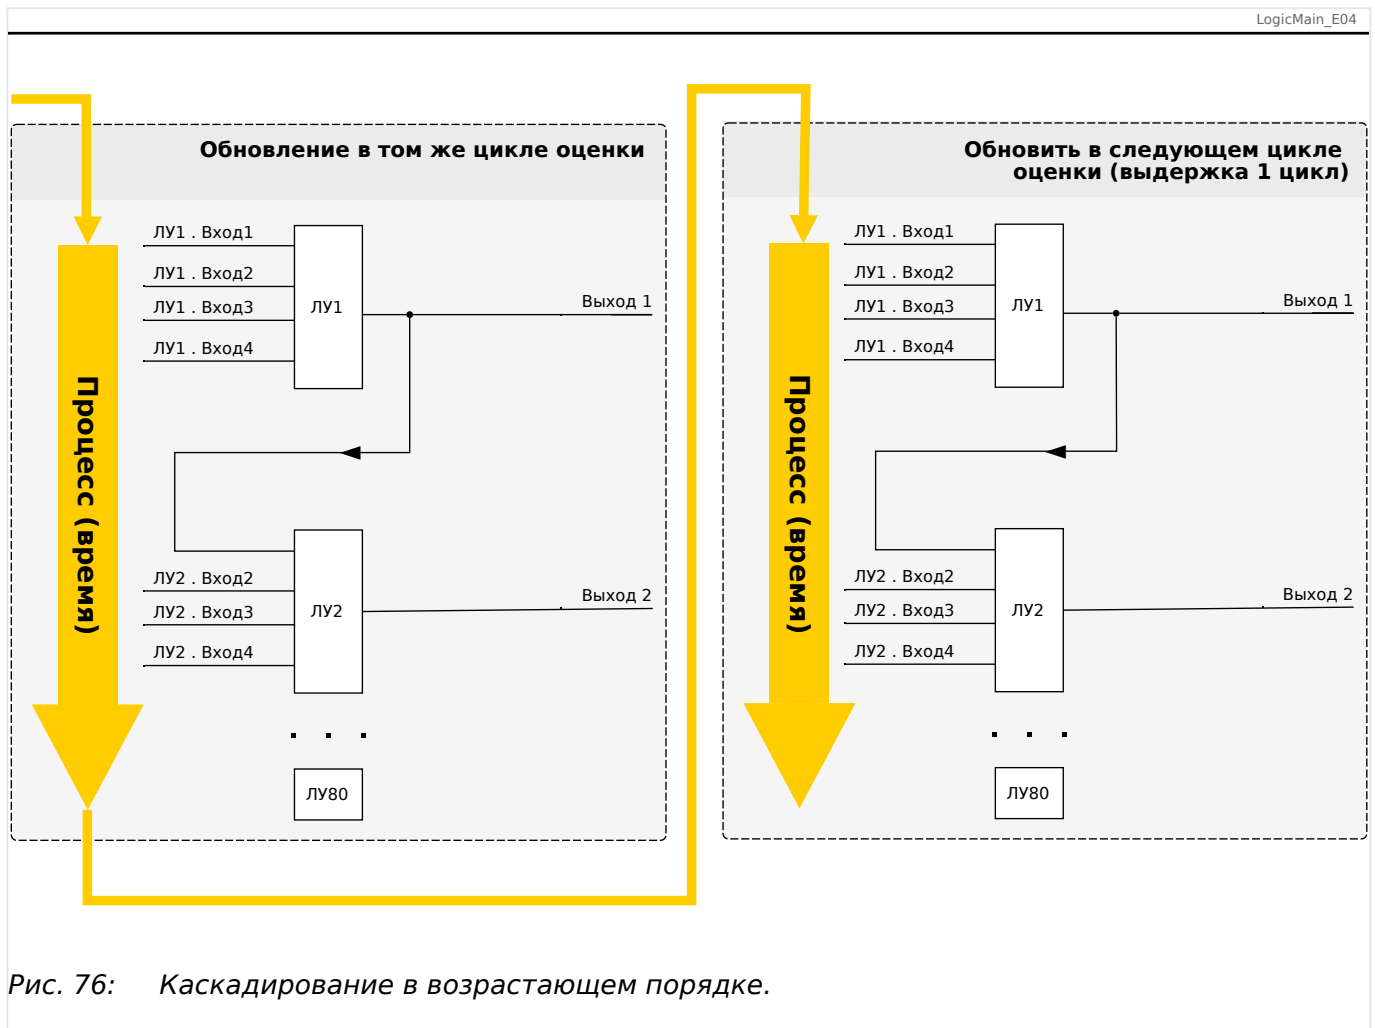
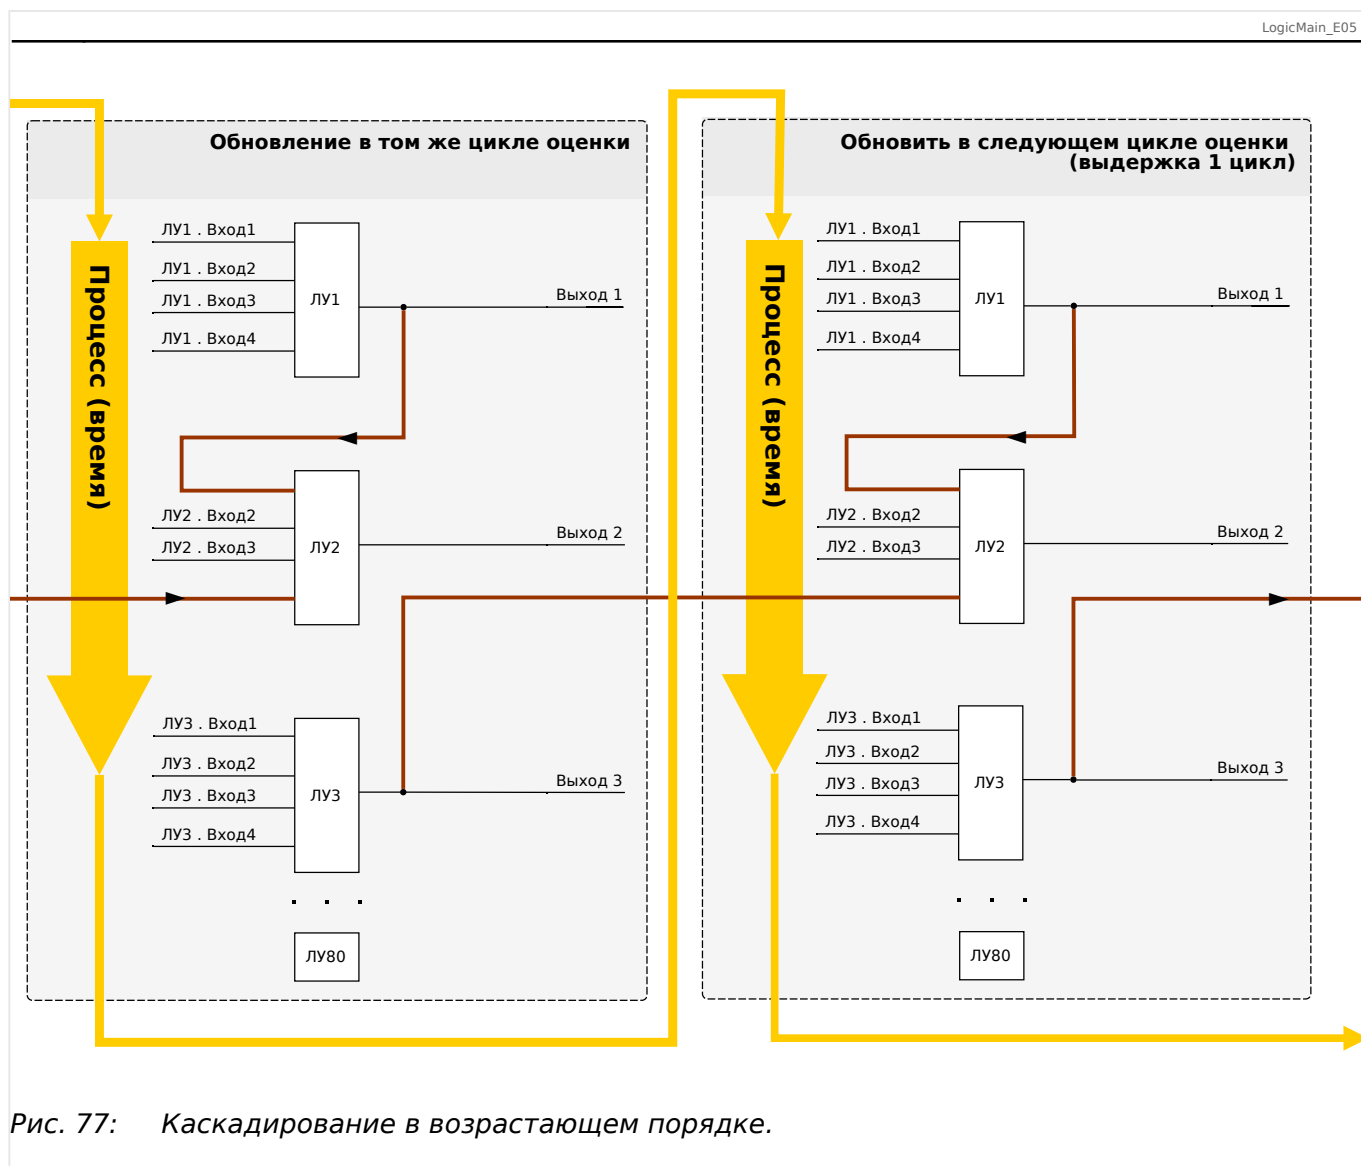

Рис. 76: Каскадирование в возрастающем порядке.
Рис. 77: Каскадирование в возрастающем порядке.
- **Возрастающий** порядок означает, что некий выходной сигнал поступает на вход одного из логических уравнений с **более высоким** номером. На приведенном ниже графике  Рис. 76 приводится пример, когда результат логического уравнения ЛУ1 используется в качестве входного сигнала для логического уравнения ЛУ2.
- **Нисходящая** последовательность означает, что некий выходной сигнал поступает на вход одного из логических уравнений с **меньшим** номером. На графике  Рис. 77 приводится пример, когда результат логического уравнения ЛУ3 используется в качестве входного сигнала для логического уравнения ЛУ2.
И возрастающий, и убывающий порядки можно не только использовать, но и комбинировать, при этом разница будет заметна не сразу. Однако, как показано в разделах  Рис. 76 и  Рис. 77 ниже, благодаря определению состояний всех уравнений в возрастающем порядке фактические рабочие значения, поступающие на вход любого из них, будут иной степени зрелости.
В представленном выше примере  Рис. 77 для «логического уравнения 2» используются состояния выходов двух других уравнений — «логического уравнения 1» и «логического уравнения 3». Результат «логического уравнения 1» используется в возрастающем порядке и, следовательно, определен в ходе того же рабочего цикла. Результат «логического уравнения 3» используется в убывающем порядке и, следовательно, определен в ходе предыдущего рабочего цикла.